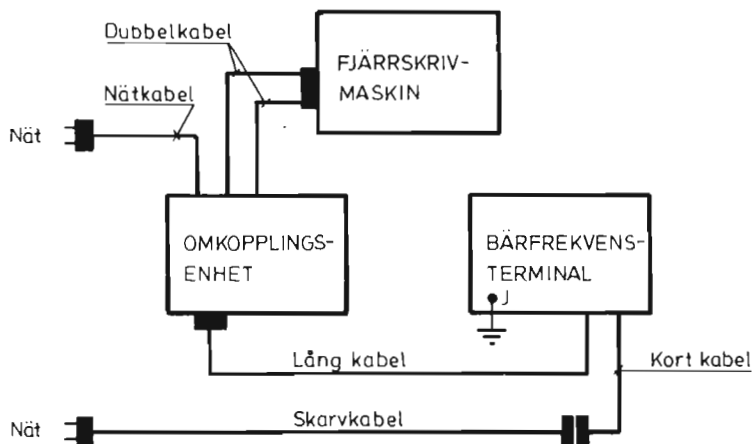

Bild 25. Stationsutrustning 32, blockschema
1. Anslut omkopplingsenhetens dubbelkabel till fjärrskrivmaskinen, (bild 25).